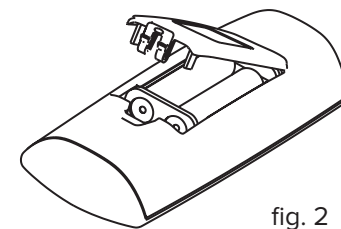

fig. 2
2.0 Alimentazione due pile alcaline da 1,5 V formato LR03 (AAA) (fig. 2). Durante la trasmissione il display si accende fisso se la pila è carica, lampeggia quando si sta scaricando. Per la sostituzione usare solo pile analoghe a quelle indicate. **Attenzione:** Pericolo di esplosione se le pile sono sostituite con altre di tipo errato.
2.0 Batterien mit zwei 1,5 V Alkalibatterien (AAA Format LR03 (fig. 2)). Während der Sendung des Signals leuchtet der blaue LED - oder das Display auf. Bei sich entladenden Batterien blinkt das LED oder Display. Zum Ersatz der Batterien müssen solche eines gleichwertigen Typs eingesetzt werden. **Achtung:** Wenn das Akkupack gegen einen falschen Typ ausgetauscht wird, besteht Explosionsgefahr.